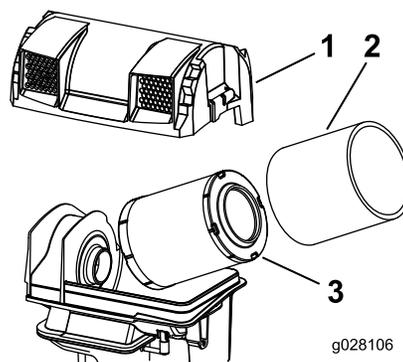

Figura 38
6. Rilasciate i dispositivi di fermo del filtro dell'aria e togliete il coperchio dal corpo del filtro (Figura 38).
8. Estraete con cautela il filtro primario dal corpo del filtro dell'aria (Figura 38).